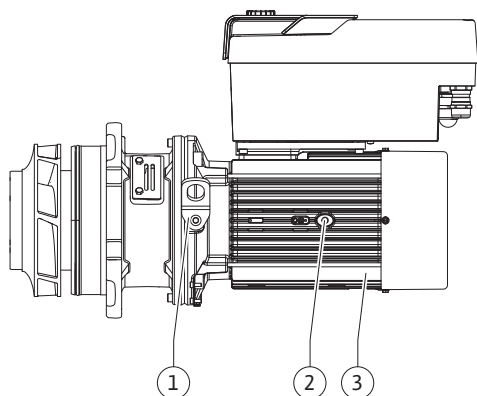

Fig. 100: Set di innesto
9. Rimuovere il set di innesto (Fig. 100) dal corpo pompa allentando le viti della flangia (Fig. I, pos. 29).
10. Introdurre nella lanterna il nuovo anello contrapposto (Fig. II, pos. 26). Spingere cautamente la lanterna sull'albero e posizionarla nella posizione precedente o in una nuova posizione angolare desiderata rispetto alla flangia motore. Attenersi alle posizioni di montaggio ammesse per i componenti (vedi capitolo "Posizioni di montaggio ammesse e modifica della disposizione dei componenti prima dell'installazione" [► 126]).
11. Avvitare le viti (Fig. II, pos. 10 e pos. 10a). Tuttavia, non serrare completamente la vite (pos. 10).
12. Portare la nuova tenuta meccanica (Fig. II, pos. 25) sull'albero. Evitare di danneggiare la tenuta meccanica inclinandola.
14. Pulire l'intaglio della lanterna e introdurre il nuovo O-ring (Fig. II, pos. 19).
16. Introdurre il set di innesto (vedi Fig. 100) nel corpo pompa nella posizione precedente o in un'altra posizione angolare desiderata. Attenersi alle posizioni di montaggio ammesse per i componenti (vedi capitolo "Posizioni di montaggio ammesse e modifica della disposizione dei componenti prima dell'installazione" [► 126]).